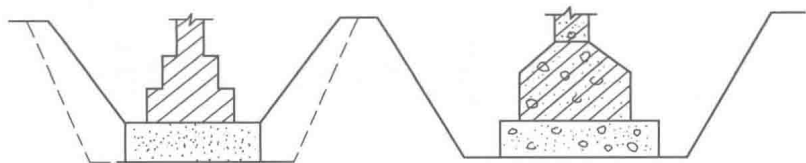

图 1-3 垫层示意图
(5) 整体楼地面 面层为整体浇筑、涂抹施工的楼地面,主要有水泥砂浆楼地面、水磨石楼地面、水泥豆石楼地面、菱苦土楼地面等。
(6) 找平层 在垫层或楼板面上进行抹平找坡的构造层。
(7) 垫层 在建筑地基上设置承重并传递上部荷载的构造层(图1-3)。